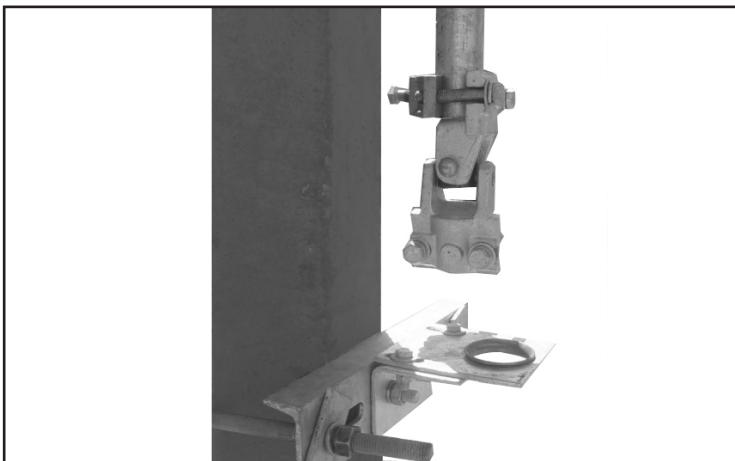

Figura 17. Instalación de la chumacera guía.
Posicione e instale el ensamble de la chumacera guía en el poste usando el tornillo U y el canal según las dimensiones que se muestran en el plano de montaje (PM). Utilicé Llaves y/o dados de  $\frac{3}{4}$ ". Vea la Figura 17.